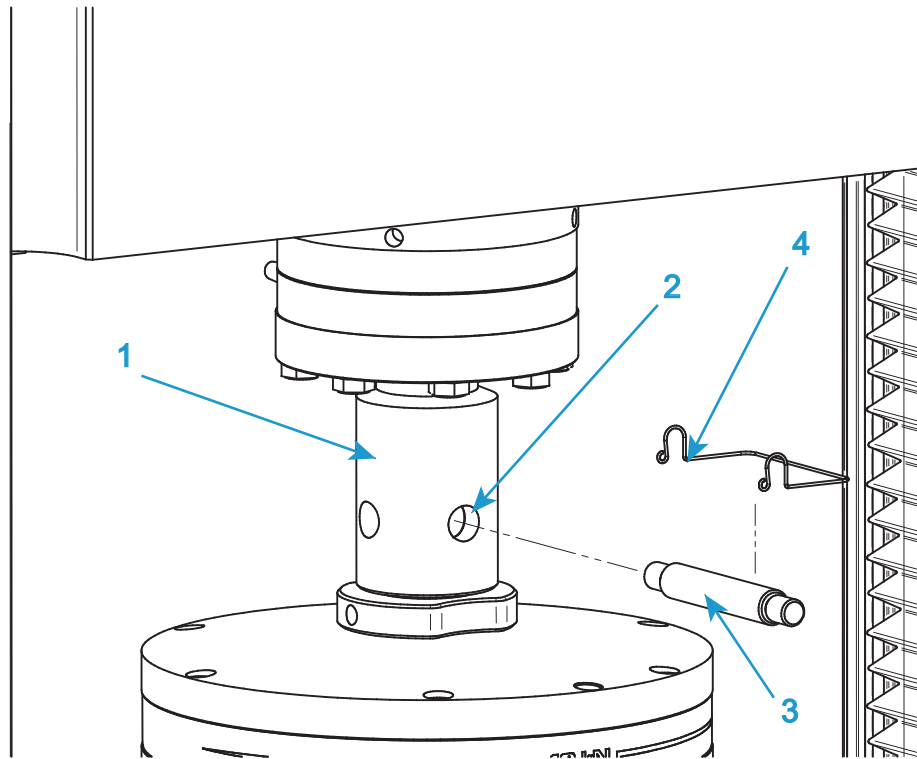

Figure 25. Installation de mâchoire classique
Consultez Figure 25 à la page 114 lorsque vous suivez cette procédure.
1. Pour la mâchoire supérieure, insérez l'adaptateur de la mâchoire dans le connecteur femelle à broche (1 dans la Figure 25) de l'adaptateur de capteur de force.
2. Alignez les trous de broche (2 dans la Figure 25) et insérez la broche (3 dans la Figure 25) par les trous.
3. Fixez la broche en position par la goupille de broche (4 dans la Figure 25).